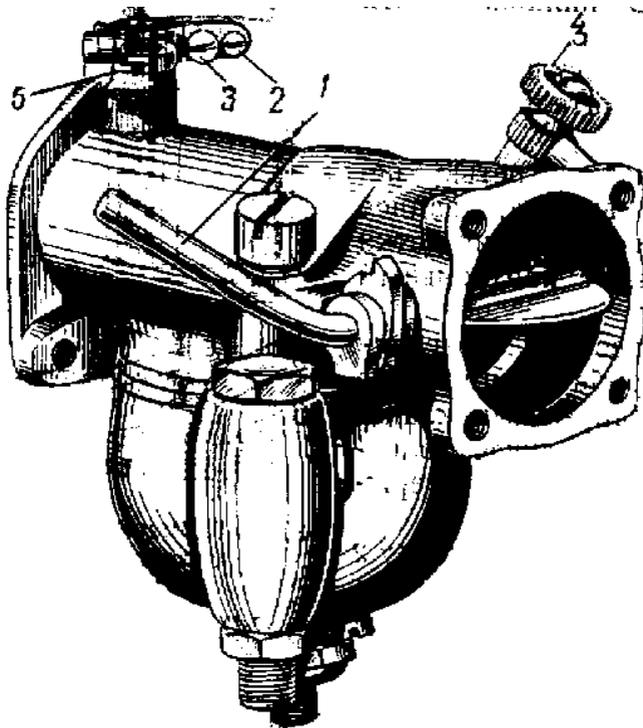

Рис. 36. Карбюратор мотоцикла Харлей-Давидсон:
1. Завернуть до отказа регулировочный винт 4 (рис. 36), затем отвернуть его на пять-шесть оборотов.